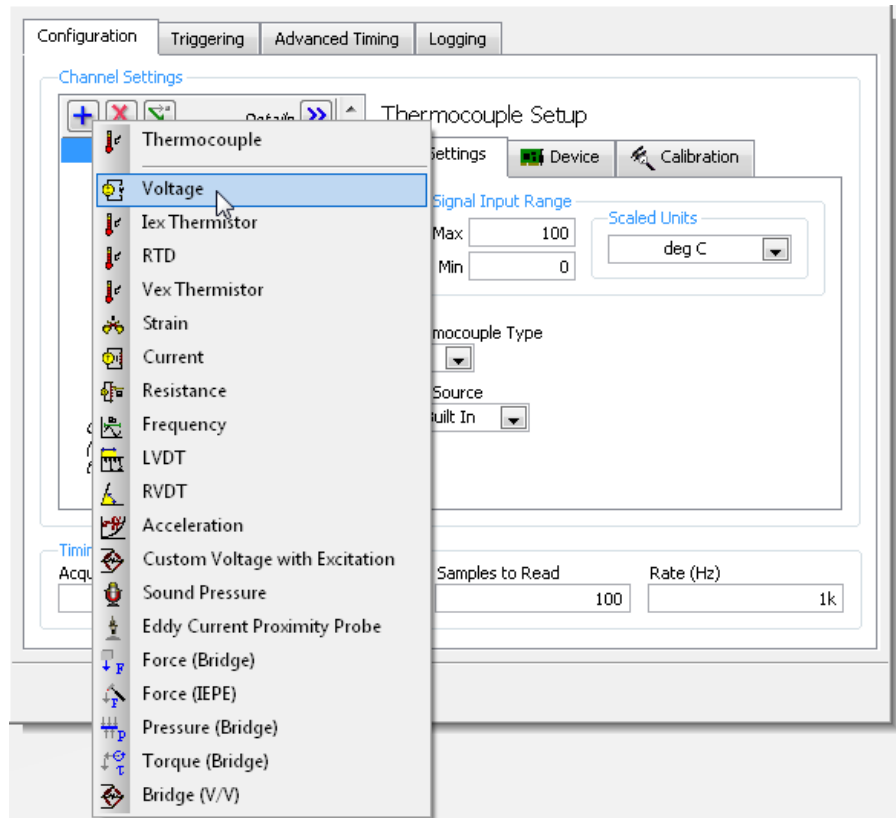

Figura 9. Ambos os canais de aquisição podem ser parte do mesmo NI-DAQmx Task desde que ambos compartilhem as mesmas configurações de triggering e temporização.
- a. Dentro da seção Channel Settings, use o botão **Add Channel** (+) para selecionar **Voltage**, conforme ilustrado na figura 9.